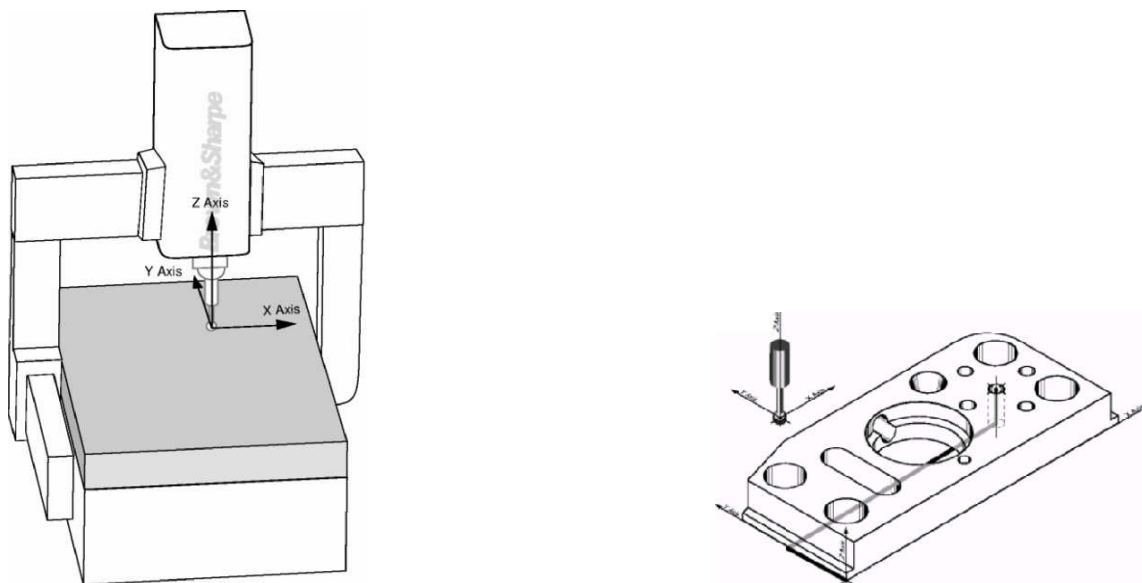

Рисунок 2. Система координат КИМ портального и координатного типа
2. Система координат машины (СКМ) - система координат, образуемая направляющими координатных перемещений и измерительными системами КИМ (рис.2).